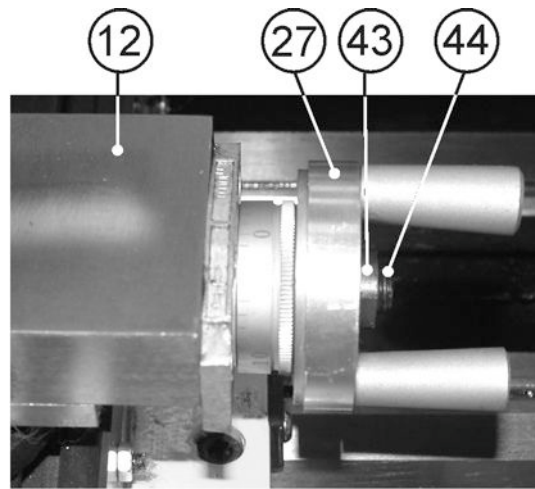

Рис.7
9.4. Регулировка перемещения ходовых винтов суппортов (Рис. 7, 8)
9.4.1. Для регулировки перемещения ходового винта поворотного суппорта (12) необходимо: ослабить фиксацию гайки (43) поворотом винта (44) против часовой стрелки. Вращая гайку (43) по часовой стрелке, выберите люфт. Вращение маховика подачи поворотного суппорта (27) должно быть свободным и плавным. Поворотом против часовой стрелки винта (44) зафиксируйте положение гайки (43), Рис.7.